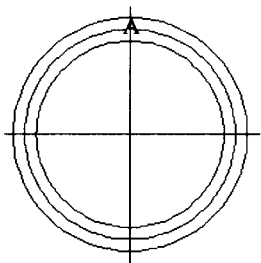

图 1-21
(2) 单击“绘图”|“圆”|“圆心、半径”命令, 以 (100,100) 为圆心, 分别以 20、22.5、25 为半径绘制 3 个同心圆, 其中小圆与垂直构造线上部交于 A 点, 如图 1-21 所示。